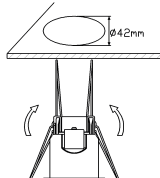
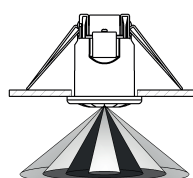

Fig.3
Fig.4
4. Piegare verso l'alto la molla metallica del sensore e inserirlo nel foro di installazione (Fig.3). Rilasciando la molla, il sensore si fisserà nella posizione di installazione (Fig.4).
4. Bend the sensor's metal spring upwards and insert it into the installation hole (Fig.3). By releasing the spring, the sensor will lock into the installation position (Fig.4).